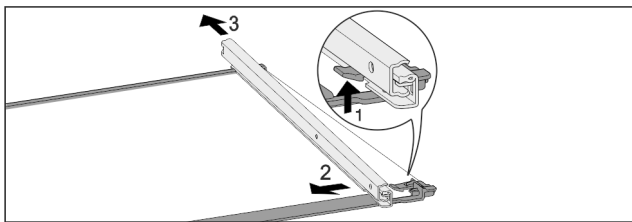

Fig. 120 Skleněná deska s kolejničkami
- ▶ Přední aretační háček zatlačte nahoru. Fig. 120 (1)
- ▶ Výsuvnou kolejničku vysuňte stranou Fig. 120 (2) a dozadu Fig. 120 (3).